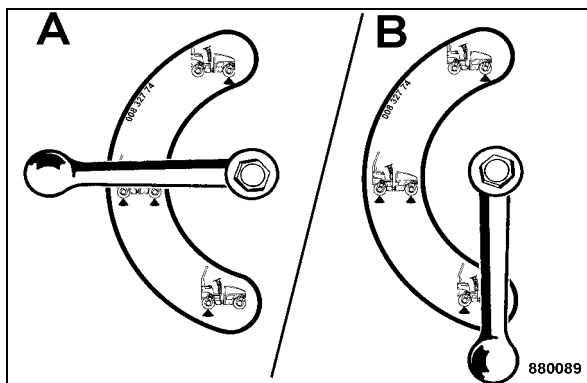

Fig. 98
- Tourner la manette de la vanne pour la vibration vers le bas (B) (Fig. 98) pour l'épandage du gravier sans vibration.
- Tourner la manette de la vanne pour la vibration à l'horizontale (A) pour l'épandage du gravier avec vibration du bandage avant.
Lorsque la manette de la vanne pour la vibration se trouve sur position (A) (Fig. 98), observer les instructions de travail avec vibration, voir chapitre "Mise en marche / Arrêt de la vibration".